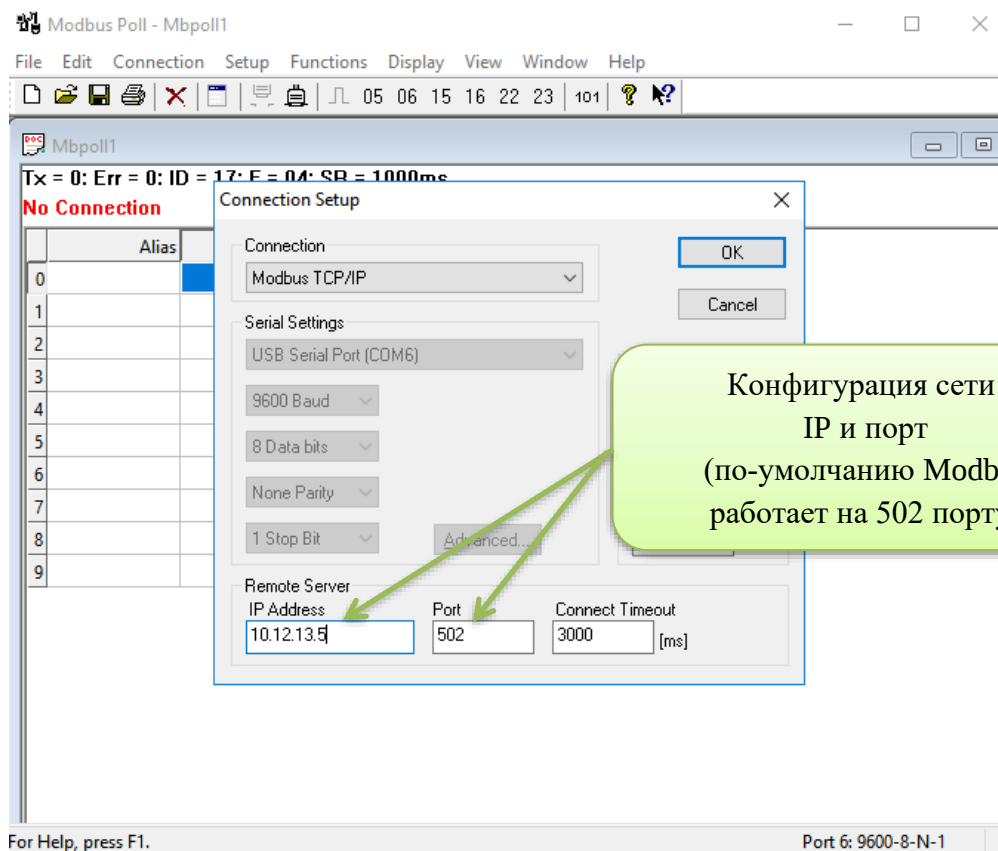

Рисунок 3 - Пример конфигурирования программы (Modbus Poll)
- 6) Для подключения к Мультиграф-Сталь с помощью внешней программы по протоколу Modbus TCP необходимы только IP-адрес и порт 502 (рисунок 3)